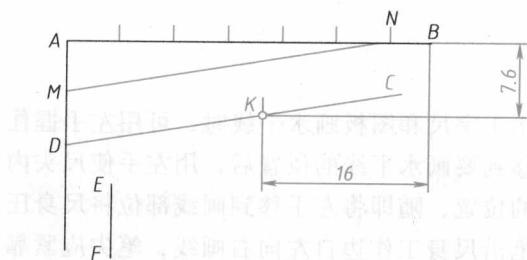

图 1-10 作 1:6 斜度线
- 5) 过点 K 作 MN 的平行线 DC ，即为所求斜线，如图 1-10 所示。